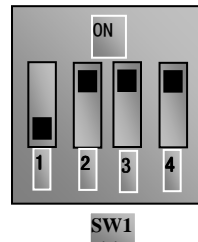

图 4-4 拨码开关
(2) 按方式键，进入编程菜单。
(3) 设置变频器的功能参数：
①进入 F203 参数，设置为 1，选择模拟 A11，0~10V 电压端子频率设定方式；
② 进入 F208 参数，设置为 1，选择方向端子（OP5 设置为自由停机，OP4 设置为反转；OP6 设置为正转）控制运行；
(4) 对于三相变频器控制端子排附近有一四位红色拨码开关 SW1，如图 4-4 所示。拨码开关的作用是选择模拟量输入端子 A11、A12 的输入范围（0~5V/0~10V/0~20mA）。实际使用时通过 F203 来选择模拟量输入通道。按图示把开关 1 拨到 OFF 位置，3 拨到 ON 位置，选择 0~10V 电压调速。